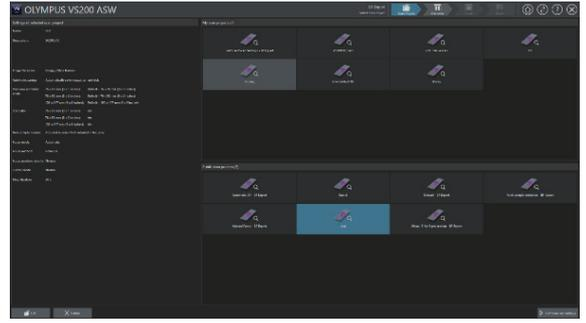

图 4
4、选择已有或常用的项目（参数后续步骤也都可以修改），点击右下角编辑预览图，进入下一步（图4）